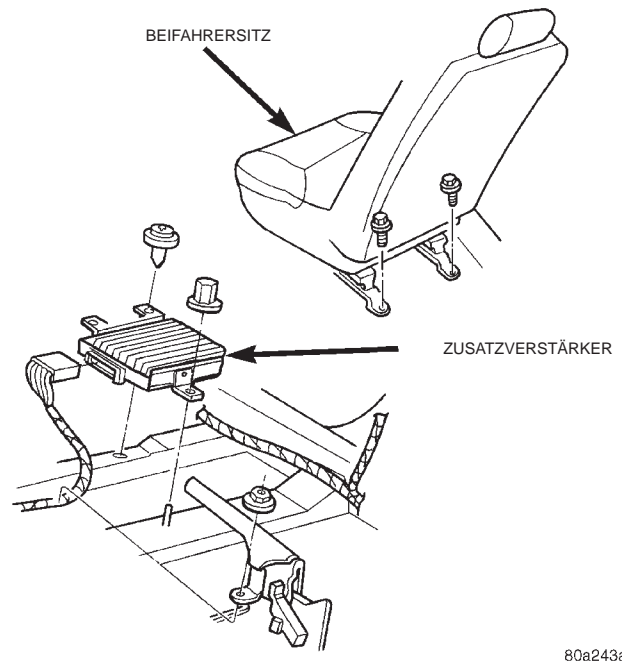

Abb. 11 Lage des Zusatzverstärkers
(1) Die beiden Befestigungsschrauben sowie die Mutter lösen (Abb. 11).
(2) Steckverbinder des Zusatzverstärkers abziehen und den Zusatzverstärker aus dem Fahrzeug nehmen.